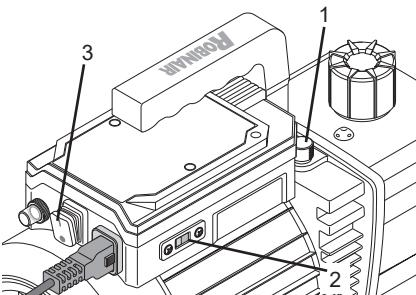

Figura 7
- Compruebe la posición del interruptor selector de voltaje (2) (*consulte Figura 7*) para garantizar que la selección de voltaje corresponda con la clasificación de voltaje de la fuente de alimentación.
- ENCIENDA (3) la bomba de vacío (*consulte Figura 7*).
La válvula de lastre de gas (1) está ubicada al lado del asa, frente al accesorio de entrada (*consulte Figura 7*).
3. APAGUE (3) la bomba de vacío (*consulte Figura 7*).